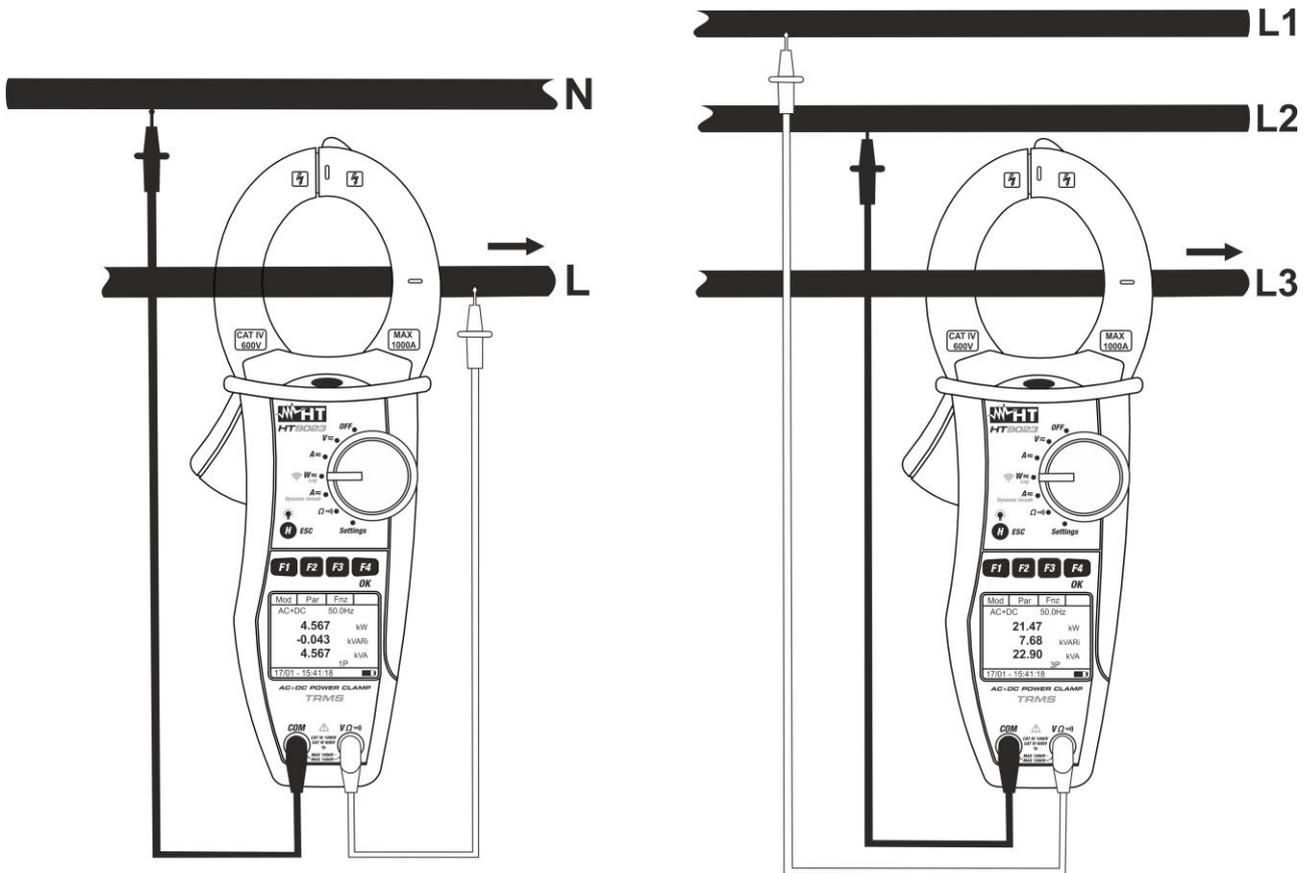

Fig. 13: Misura di potenze AC/AC+DC in sistemi Monofase e Trifase equilibrato
6. Inserire il cavo rosso nel terminale di ingresso **VΩ[Ⓜ]**) e il cavo nero nel terminale di ingresso **COM** ed eseguire i collegamenti dello strumento come indicato in Fig. 13 in funzione del tipo di misura. Inserire il cavo all'interno del toroide rispettando la direzione della corrente indicata dalla freccia al centro dello stesso al fine di ottenere misure accurate. Utilizzare le tacche presenti come riferimento (vedere Fig. 2)